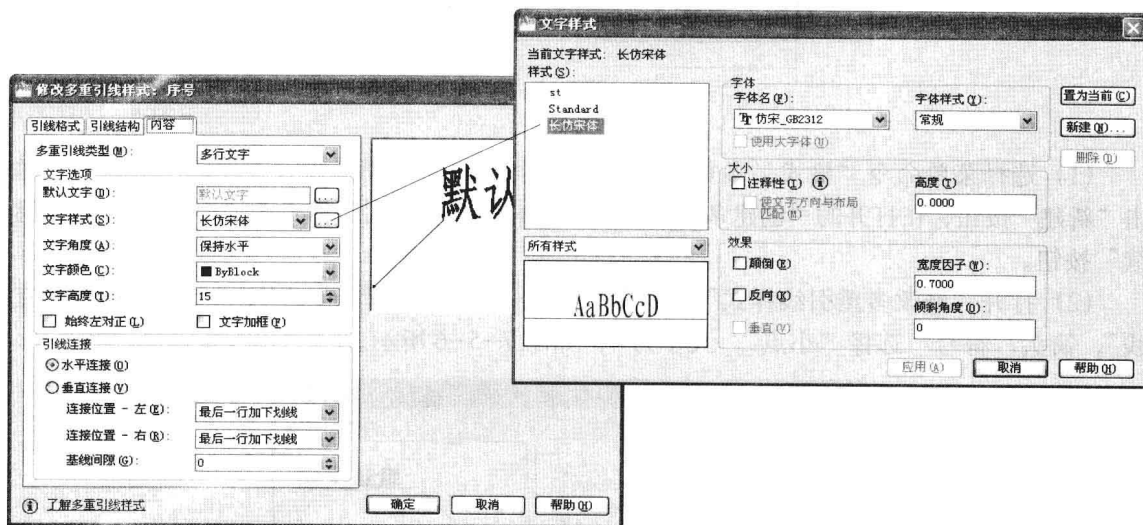

图 7-5-8
(4) 单击“内容”选项卡，“多重引线类型”选择默认的“多行文字”，引线“连接位置-左”和“连接位置-右”选择“最后一行加下划线”，“基线间隙”设为0，“文字样式”选择“长仿宋体”，如图7-5-8所示。单击“确定”按钮。新建的多重引线已置为当前使用样式，单击“关闭”按钮，多重引线样式设置完成。